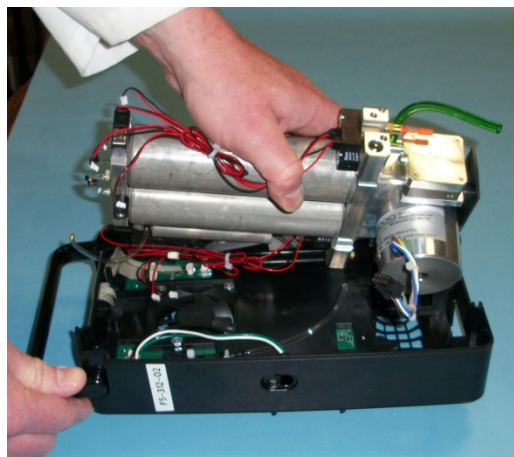

Abbildung 5.15
- 12.** Entfernen Sie die gesamte PSA-Baugruppe vorsichtig aus der Gehäusemitte, indem Sie sie nach oben ziehen und den Molex-Stecker des Kompressors durch den Mittelteil führen. (Siehe Abbildung 5.15).